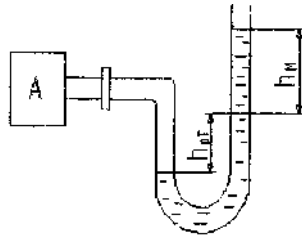

Рисунок 3
5. Визначити абсолютний і надмірний тиск в резервуарі за показниками ртутного дифманометра, в правому коліні якого зверху над ртуттю налито масло шаром  $h_m$  з  $\rho_m$ . Висота ртуті  $h_{рм}$ . При заданому  $P_{атм}$ . (Рис. 3).